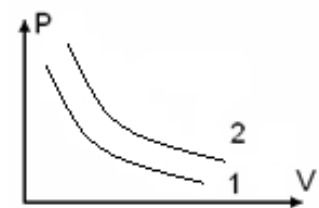

Рис. 12
4. а) Какой закон изображен на графике (рис. 12)?